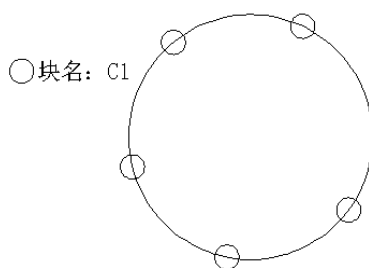

图 3-12 测量对象
2) 测量对象: 利用定距等分 (Measure) 命令 , 在实体上按测量的间距排列点实体或块。把周长为 550 的圆, 用块名为 C1 的对象, 以 100 为分段长度, 测量圆对象, 如图 3-12: